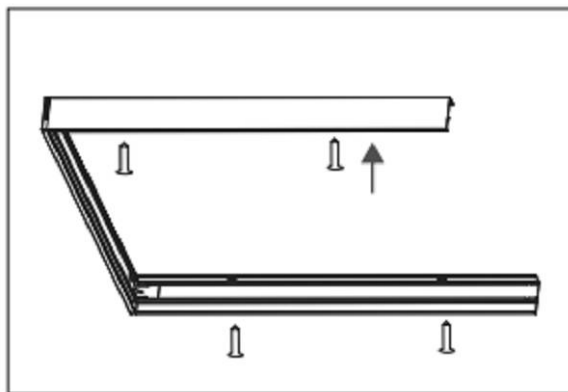

Рисунок 6 - Схема поверхностного монтажа светильника
5.6.3 С помощью винтов, закрепите собранную конструкцию на потолке (см. рис. 6).